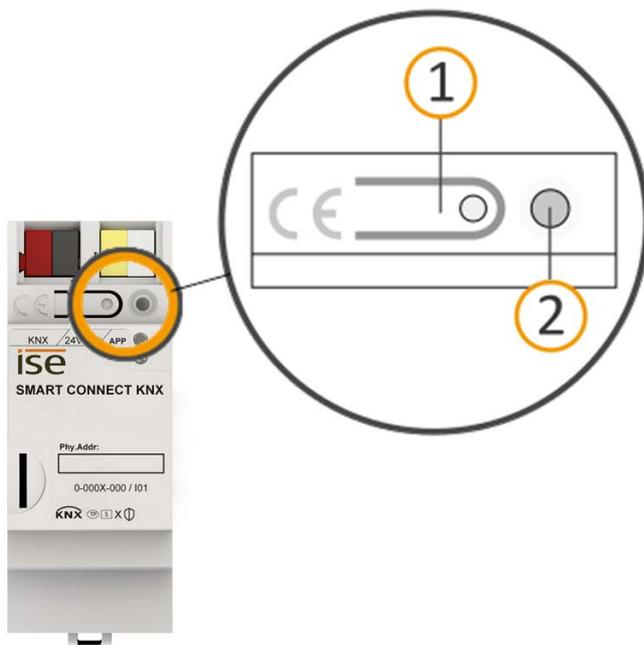

Abbildung 28: Programmierung
1. Drücken Sie kurz die Programmier­taste (siehe Abbildung 28, Pos. 1). Alternativ können Sie die Programmier­taste auch über die Gerätewebseite betätigen. Die Programmier-LED (siehe Abbildung 28, Pos.2) leuchtet rot.
1. Drücken Sie die Programmier­taste (siehe Abbildung 28, Pos. 1) und halten Sie diese weiter gedrückt, während Sie die Spannungsanschlussklemme aufstecken.